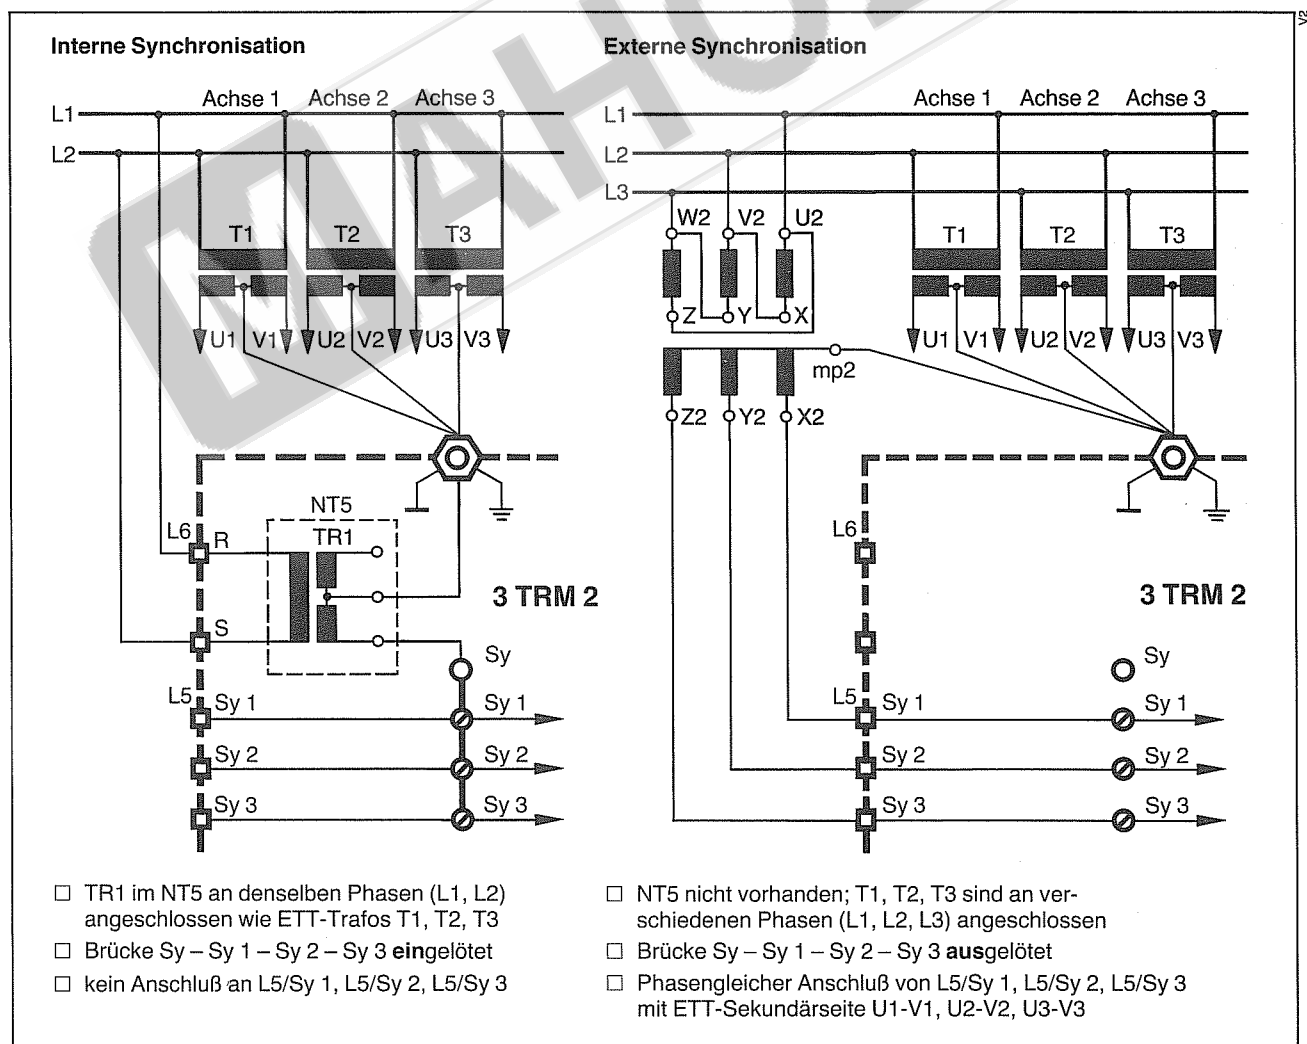

Abb. 8: Gegenüberstellung von interner zu externer Synchronisation
Die interne Synchronisierung ist nur dann möglich, wenn der Netzteiltransformator im Netzteil NT5 mit den ETT-Leistungstransformatoren T 1, T 2 und T 3 an denselben Phasen angeschlossen ist (siehe **Abb. 8**).
- die Leistungstransformatoren ETT zur besseren Lastverteilung, an unterschiedliche Phasen angeschlossen sind (siehe **Abb. 8**).